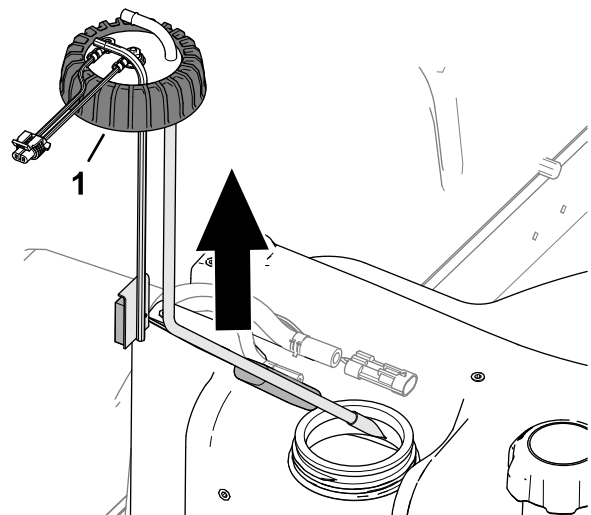

Figure 91
5. Desserrez le chapeau du transmetteur de niveau de carburant (Figure 91).